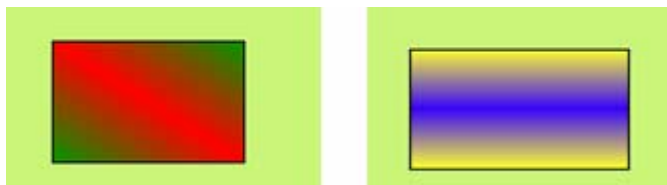

图 4-37 绘制矩形效果图
- 可以通过下拉和微调按钮调节矩形的属性，SamDraw 组态画面编辑软件为矩形提供多达 15 种的边框直线类型，10 种边框线条宽度和 21 种的填充方式，使得图形更加的艳丽美化。如图 4-37 所示：